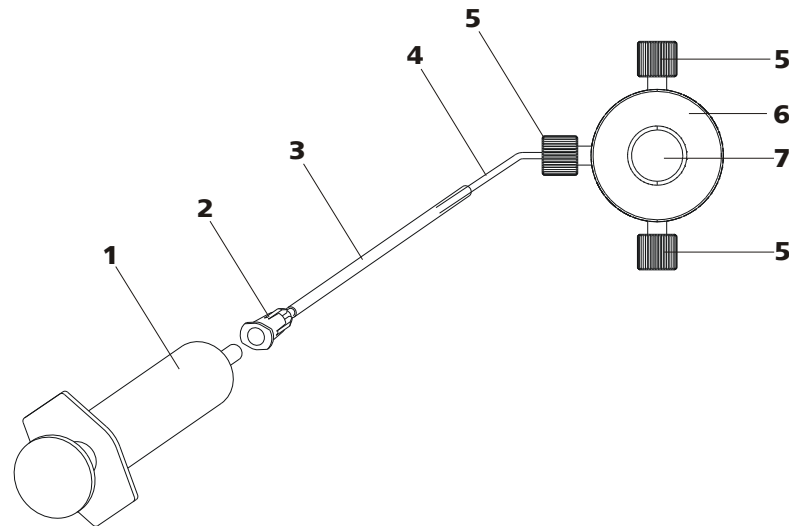

Figura 15 Purgar la bomba de alta presión
Purgue la bomba de alta presión como se indica a continuación (véase Figura 15, página 33):
- Inserte la jeringa (15-1) en el conector Luer (15-2) de la cánula de purga (véase Figura 15, página 33).